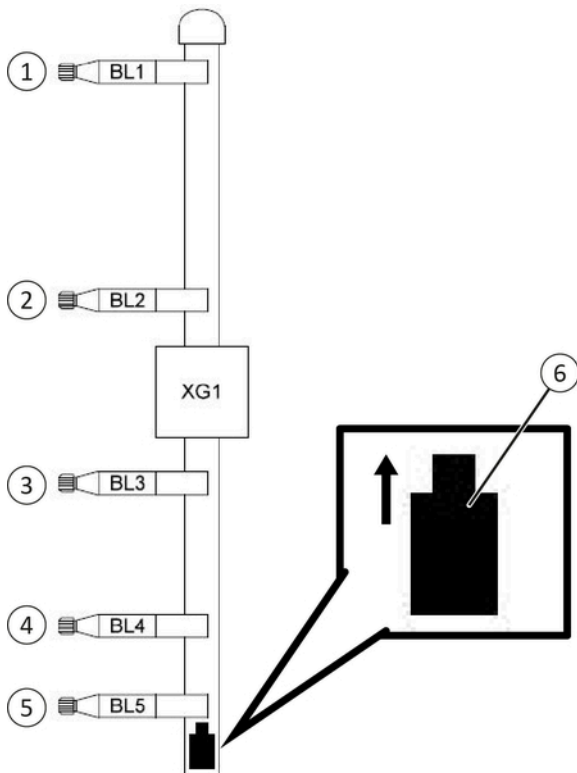

Abb. 11: Niveausteuern
- Der Zapfen des Magnetschwimmers muss nach oben gerichtet sein (siehe Abbildung 11)!→